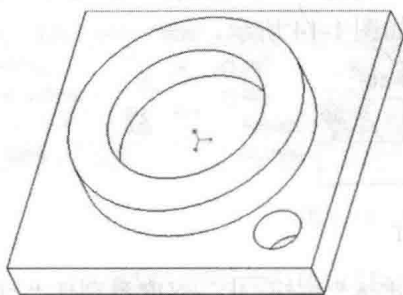
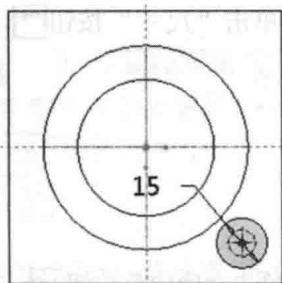

图 1-18 创建切除特征
图 1-19 绘制同心圆
(33) 单击“确定”按钮, 创建一个切除特征, 如图 1-18 所示。
(34) 在“模型”选项卡中单击“拉伸”按钮, 在操控板中单击“放置”按钮, 再在“草绘”滑板中单击“定义”按钮。
(35) 选取台阶面为草绘平面, RIGHT 基准面为参考平面, 方向向右。
(36) 在【草绘】对话框中单击“草绘”按钮。
(37) 进入草绘模式。单击“草绘视图”按钮, 定向草绘平面与屏幕平行。
(38) 单击“同心圆”按钮, 在工作区中绘制一个同心圆 ($\phi 15\text{mm}$), 如图 1-19 所示。